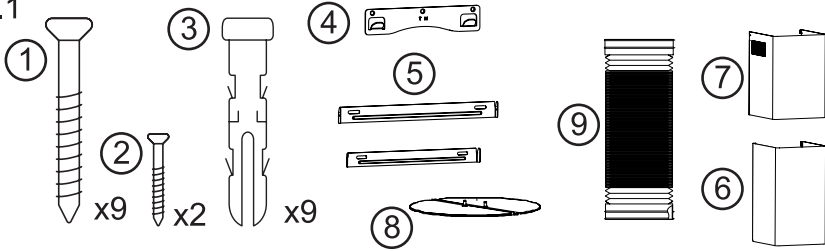

Fig.2
- 1. Coloque el soporte de pared en la pared y marque los 3 puntos donde se deben fijar los tornillos. (como referencia tome las medidas de la (Fig.2).